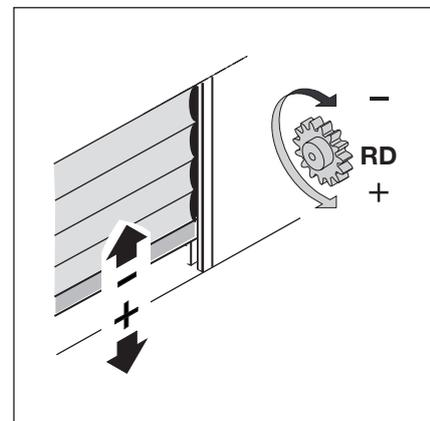

Abb. 6-10: Rändelschraube für die Endlage *Tor-Zu*
2. Im Totmannbetrieb *Tor-Auf/Tor-Zu* fahren und die rote Rändelschraube (RD) in + oder - Richtung drehen, bis der Antrieb abschaltet und damit die Endlage *Tor-Zu* festlegt (siehe Abb. 6-10).